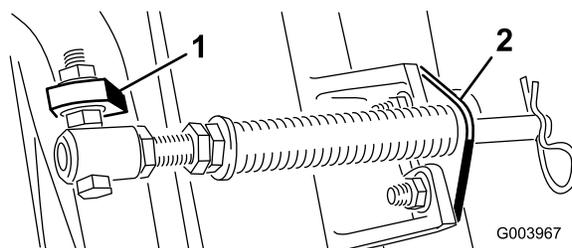

Figure 6
C. Montez le boulon du tube de ressort sur la patte opposée du bâti porteur et fixez-le en position avec l'écrou à embase. La tête du boulon doit être à l'extérieur de la patte, comme montré à la Figure 6.
D. Montez le support de tige sur les pattes du tablier de coupe à l'aide des boulons de carrosserie et des écrous (Figure 6).